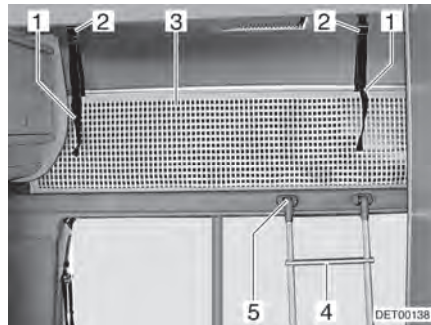

Bild 72 Alkopsäng
**Stege** För att komma upp i alkopsängen ska man alltid använda den medföljande stegen (Bild 72,4).
**Haka fast:** ■ Haka fast stegen med krokarna (Bild 72,5) på alkovramen.
**Skyddsnet** Skyddsnetet (Bild 72,3) är standard. Det ligger mellan madrassen och ribbbotten. Skyddsnetet ska först monteras när personerna som ska sova där befinner sig i alkoven.
**Hänga upp:** ■ Haka fast fästbanden (Bild 72,1) i fästena (Bild 72,2) i taket.